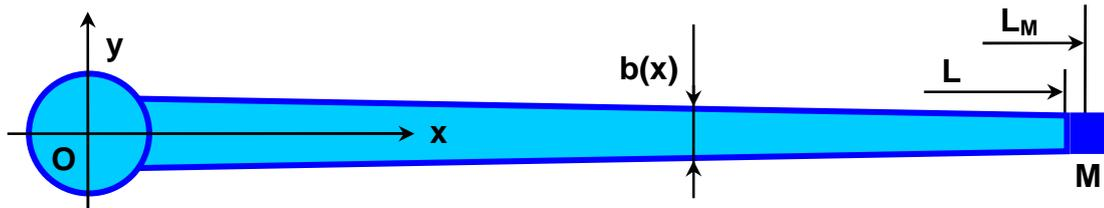

Fig. 3 : Bras tournant autour du point O.
La Fig. 3 représente un dispositif qui permet de soumettre à d'importants efforts centrifuges une masse M fixée à l'extrémité d'un bras en rotation autour de son extrémité opposée. Le bras est considéré comme une poutre droite orientée par l'axe x , de section rectangulaire, avec une largeur $b(x)$ variable en fonction de x et une épaisseur e constante. Il est constitué d'un matériau homogène de masse volumique ρ . On cherche à optimiser le profil $b(x)$ pour obtenir une contrainte uniforme dans la pièce en fonctionnement.
- 2.1. L'ensemble de la Fig. 3 tourne autour de l'axe Oz avec une vitesse constante ω . Le centre de gravité de la masse M est situé à une distance L_M de l'axe de rotation. Quelle est l'intensité de l'effort centrifuge F_M auquel est soumise la masse M ?